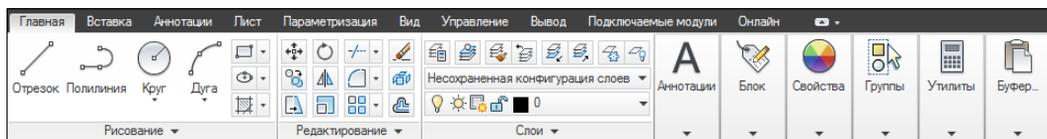
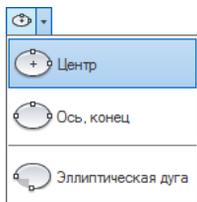

Рис. 1.17. Лента, вкладка Главная
Рис. 1.31. Группа кнопок
Под панелью быстрого доступа находится основной элемент интерфейса — *лента*. Это современный вид меню (рис. 1.17), с вкладками и с панелями внутри вкладок.
Лента в рабочем пространстве двумерных построений имеет следующие вкладки (см. рис. 1.17): **Главная** (Home), **Вставка** (Insert), **Аннотации** (Annotate), **Лист** (Layout), **Параметризация** (Parametric), **Вид** (View), **Управление** (Manage), **Вывод** (Output), **Подключаемые модули** (Plug-ins), **Онлайн** (Online) (в английской версии еще доступна вкладка **Express Tools**). В рабочем пространстве трехмерных построений лента имеет уже другие вкладки (подробнее о рабочих пространствах *см. разд. 1.3.4*).
Каждая вкладка ленты состоит из панелей. На рис. 1.17 показаны панели при активной вкладке **Главная** (Home). Активизация другой вкладки выполняется щелчком левой кнопки мыши на имени нужной вкладки. На рис. 1.20—1.29 приведен вид ленты с другими активными вкладками.
- ◆ **Показать панели** (Show Panels) — подменю, в котором флажками показаны видимые панели активной вкладки ленты. Например, для вкладки **Главная** (Home) (см. рис. 1.17) в этом подменю перечислены следующие панели: **Рисование** (Draw), **Редактирование** (Modify), **Слои** (Layers), **Аннотации** (Annotation), **Блок** (Block),
жет располагаться около кнопки (как, например,  или  *Дуга*) или в правой части заголовка панели (как, например, у панели **Рисование** (Draw) на рис. 1.17). Щелчок по значку с треугольником раскрывает стоящую за кнопкой *группу кнопок* (рис. 1.31).